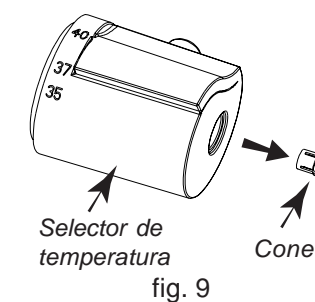

fig. 9
- Numa mudança de cartucho de temperatura o de cabeça de caudal : com (por exemplo) um lápis, extrair o cone de selector (fig. 9).